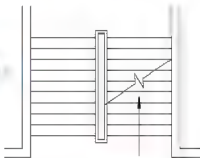

图 2.126 绘制出箭头
(4) 在指定下一个点或 [圆弧 (A)/ 半宽 (H)/ 长度 (L)/ 放弃 (U)/ 宽度 (W)]: 提示下, 输入 “W” 后按 Enter 键, 表示要改变线的宽度。
(5) 在指定起点宽度 <0.0000>: 提示下, 输入 “80” 后按 Enter 键, 表示将线的起点宽度改为 80mm。
(6) 在指定端点宽度 <80.0000>: 提示下, 输入 “0” 后按 Enter 键, 表示将线的端点宽度改为 0mm。
(7) 在指定下一点或 [圆弧 (A)/ 闭合 (C)/ 半宽 (H)/ 长度 (L)/ 放弃 (U)/ 宽度 (W)]: 提示下, 将光标垂直向上拖动, 输入 “400” 后按 Enter 键, 表示垂直向上绘制长度为 400mm 的多段线。
上面通过 (4) ~ (7) 步绘制了一个起点宽度为 80mm、端点宽度为 0mm、长度为 400mm 的多段线, 即箭头, 结果如图 2.126 所示。